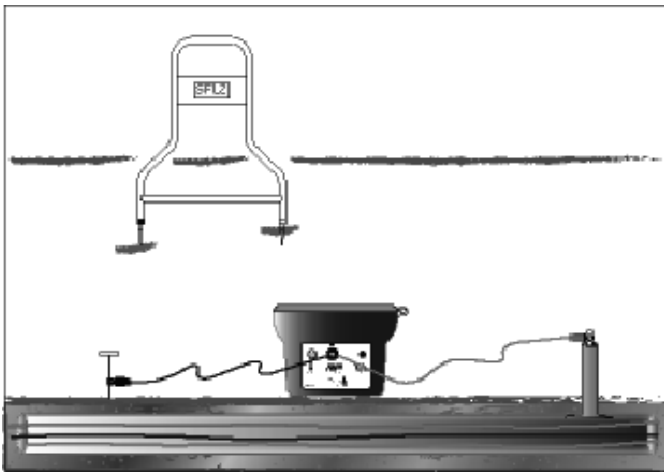

Figura 3-3: Colocación del receptor A-5000 para la sincronización
1. Sujete el receptor A-5000 de modo que la púa de la franja negra está aproximadamente a dos (2) pasos de distancia de la varilla de conexión a tierra, y la púa con la banda blanca está en línea con el cable sometido a pruebas. El receptor A-5000 debe colocarse tal como se muestra en la figura 3-3 para sincronización y para que la unidad funcione correctamente. Inserte las púas de la unidad A-5000 firmemente en la tierra. Encienda la unidad A-5000. Espere hasta que la flecha parpadee.